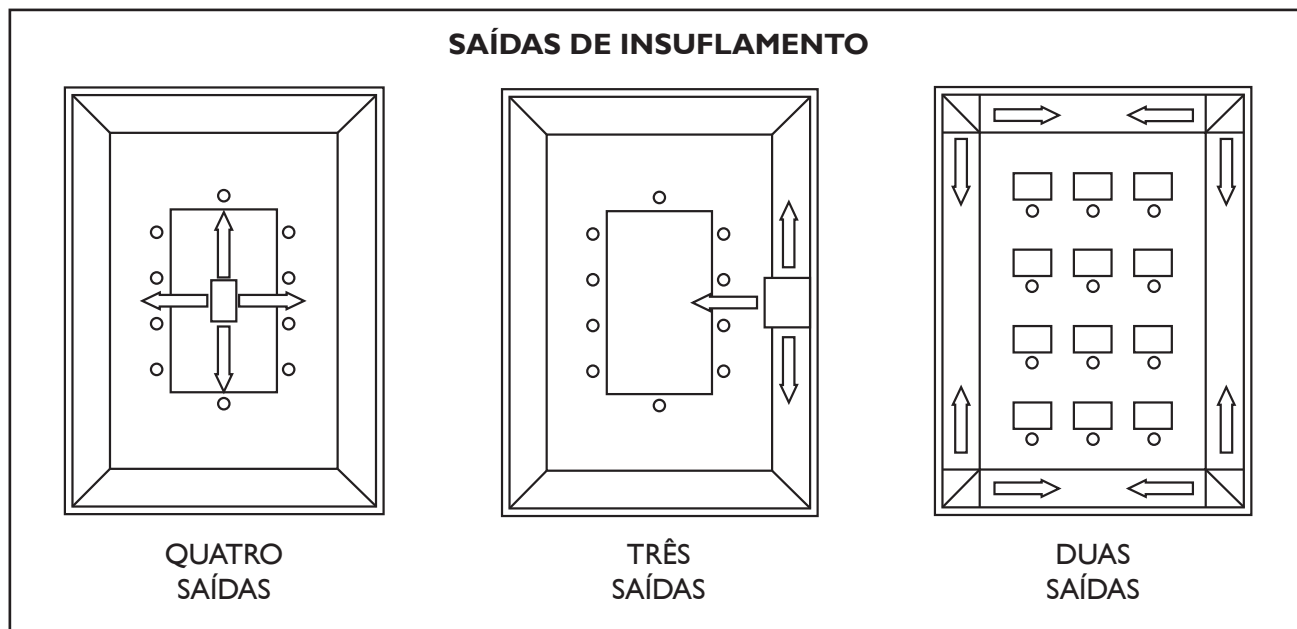

FIG. 8 - POSIÇÃO DA UNIDADE EVAPORADORA NO AMBIENTE
- Procure instalar a unidade no local mais central possível do ambiente, obtendo assim a melhor distribuição de ar; porém, caso haja necessidade, esta pode ser instalada em um dos cantos ou encostada a uma parede, bastando para isso fechar as saídas que estiverem voltadas para estas (fig. 8);